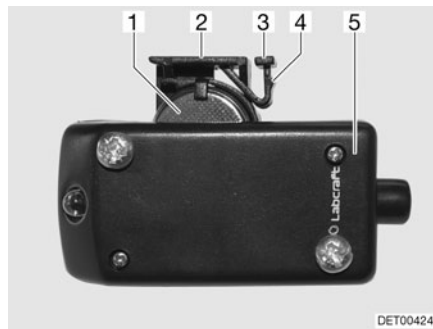

Fig. 175 Eclairage de la penderie avec compartiment de pile ouvert
- Repousser avec précaution la patte de retenue (Fig. 175,3) sur la partie supérieure de l'éclairage de la penderie (Fig. 175,5). Le bec (Fig. 175,4) est libéré sur patte de retenue.
- Tirer le support de pile (Fig. 175,2) vers le haut.
- Retirer la pile bouton (Fig. 175,1) du support.